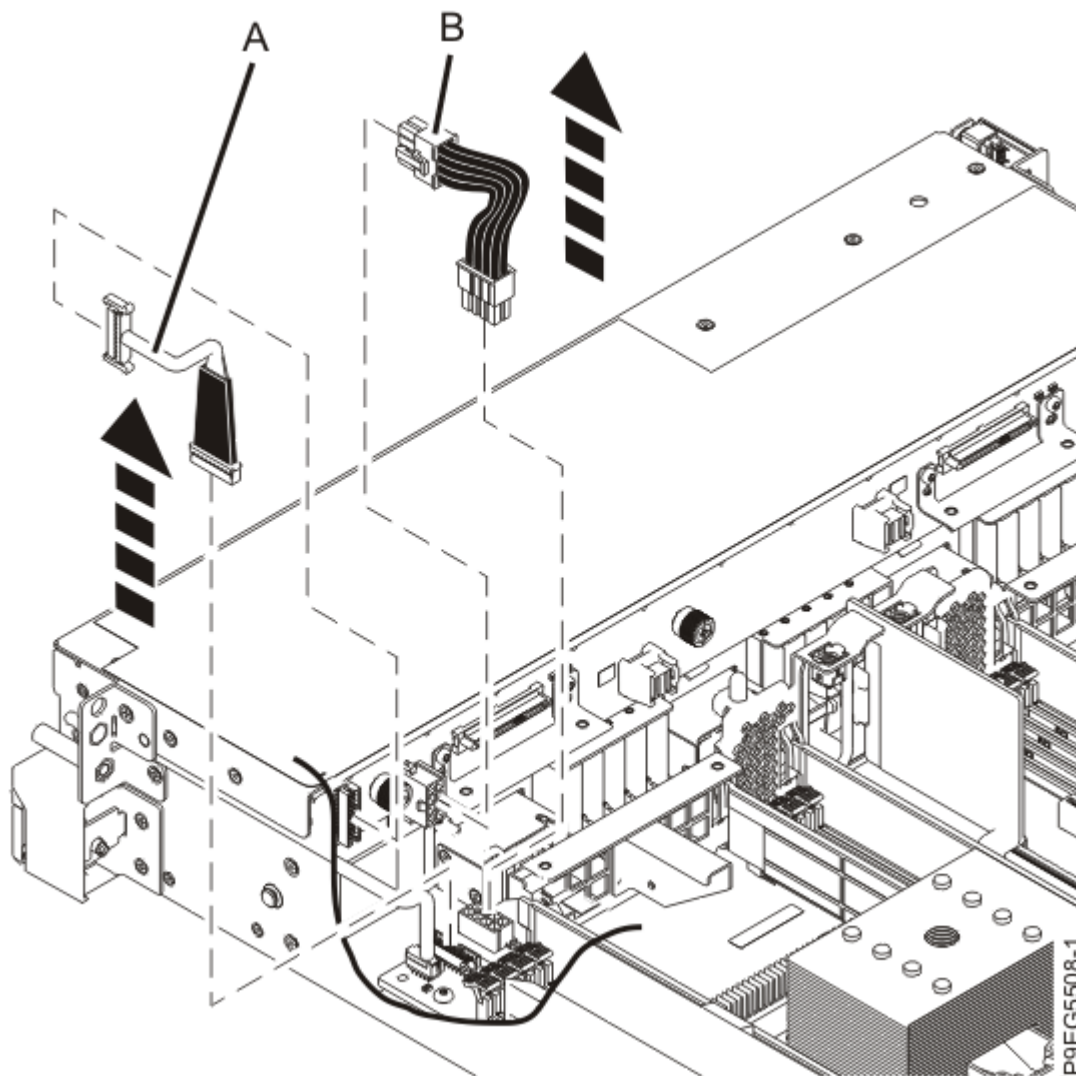

Abbildung 41. Signalkabel und Netzkabel abziehen
3. Beschriften Sie das Signalkabel (**A**) und ziehen Sie es von der Plattenlaufwerksrückwandplatine ab (siehe Abbildung 41 auf Seite 47).